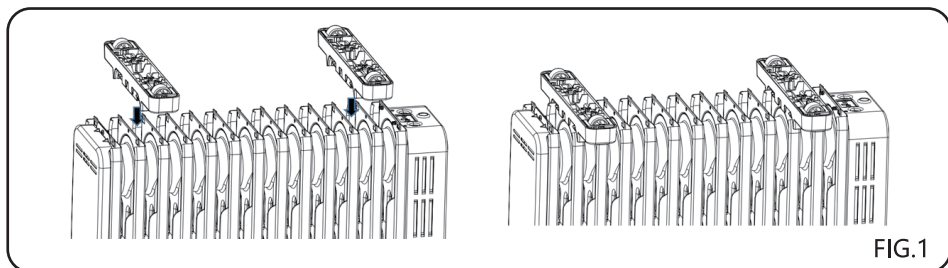

FIG.1
- ① **AVISO:** Não opere o aparelho sem os pés acoplados. Só utilize o aquecedor quando estiver na posição vertical (pés na parte inferior, controles na parte superior). Operar o aquecedor quando ele está em qualquer outra posição pode criar um perigo.
- ② Certifique-se de que o radiador está desligado e desconectado.
- ③ Vire o corpo de cabeça para baixo e certifique-se de que está estável e não cairá.
- ④ Alinhe as fivelas de montagem dos componentes do rodízio com os orifícios do radiador. Pressione na direção da seta. A fivela do rodízio cairá no orifício do radiador.(FIG.1)